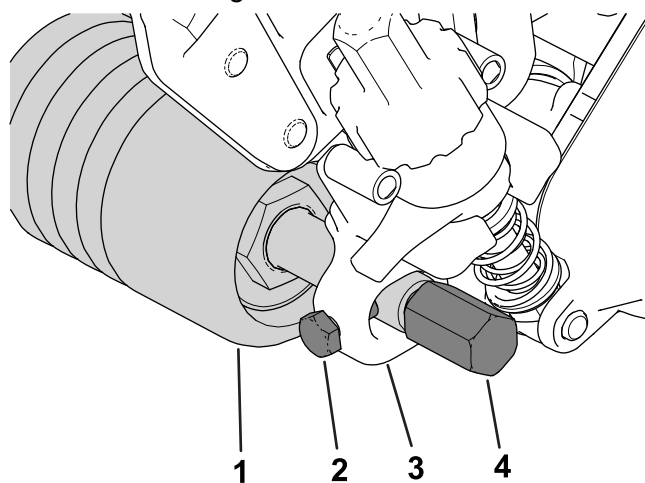
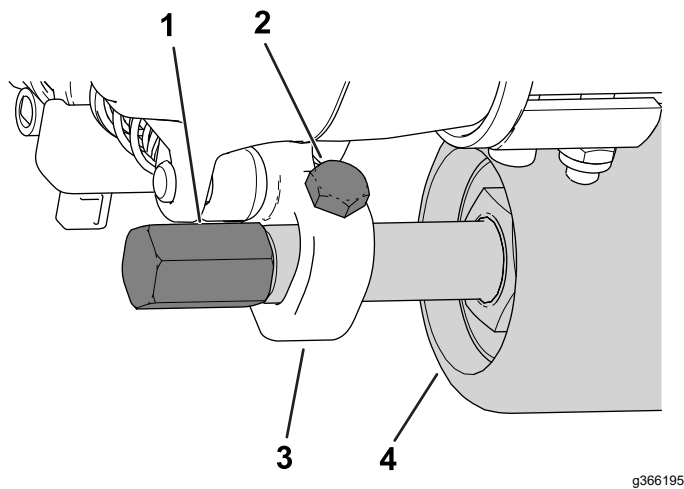

Figura 14
Figura 15
5. Inserite e centrate l'albero del rullo tra le staffe dell'altezza di taglio ("height-of-cut", HOC), e fissatelo con 2 viti di montaggio (Figura 14 o Figura 15).
È possibile installare le viti di montaggio nella parte anteriore (come illustrato nella Figura 14) o posteriore (Figura 15) delle staffe dell'altezza di taglio. L'installazione delle viti nella parte anteriore consentirà al groomer di pulire il rullo; la loro installazione nella parte posteriore consentirà al groomer di intersecarsi con il rullo.